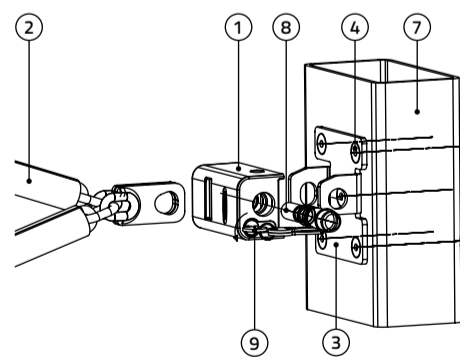

Bild 5
Schließen Sie die X SAFETY BOX (1) mittels des Schlüssels (9) in Pfeilrichtung laut Bild auf und ziehen Sie den Bolzen (8) heraus. Setzen Sie jetzt laut Bild 5 das Schloss X SAFETY BOX auf die Grundplatte, drehen Sie erneut den Schlüssel (9) in Pfeilrichtung und schieben Sie den Bolzen (8) so ins Loch zurück, dass das abgestufte Ende im Inneren nicht in den Hohlraum für die Kettenenden hineinragt. Nach Durchziehen der Kette (2) durch den zu sichernden Gegenstand stecken Sie ihre Enden in die X safety BOX und drücken Sie den Bolzen (8) in Schließposition.